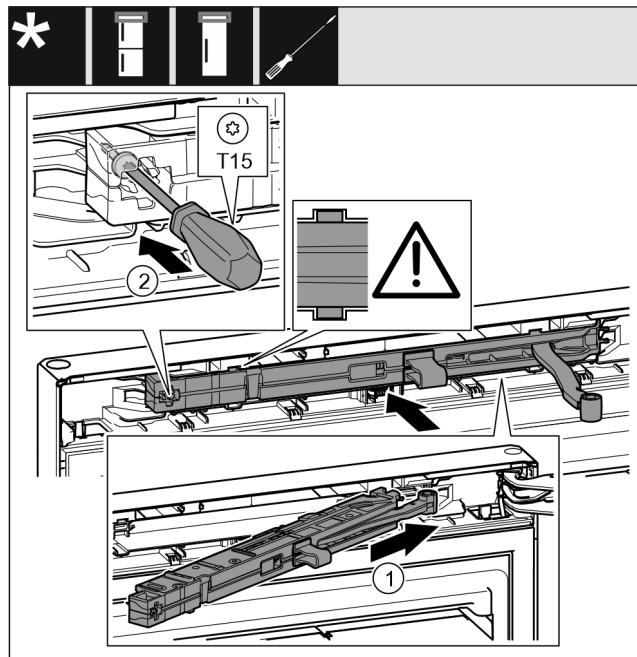

Fig. 69
- ▶ Tolja be ferdén, ütközésig a záráscsillapító egységet Fig. 69 (1) a mélyedésbe a csapágybak felőli oldalon.
- ▶ Húzza meg a csavart Fig. 69 (2) csavarhúzóval.